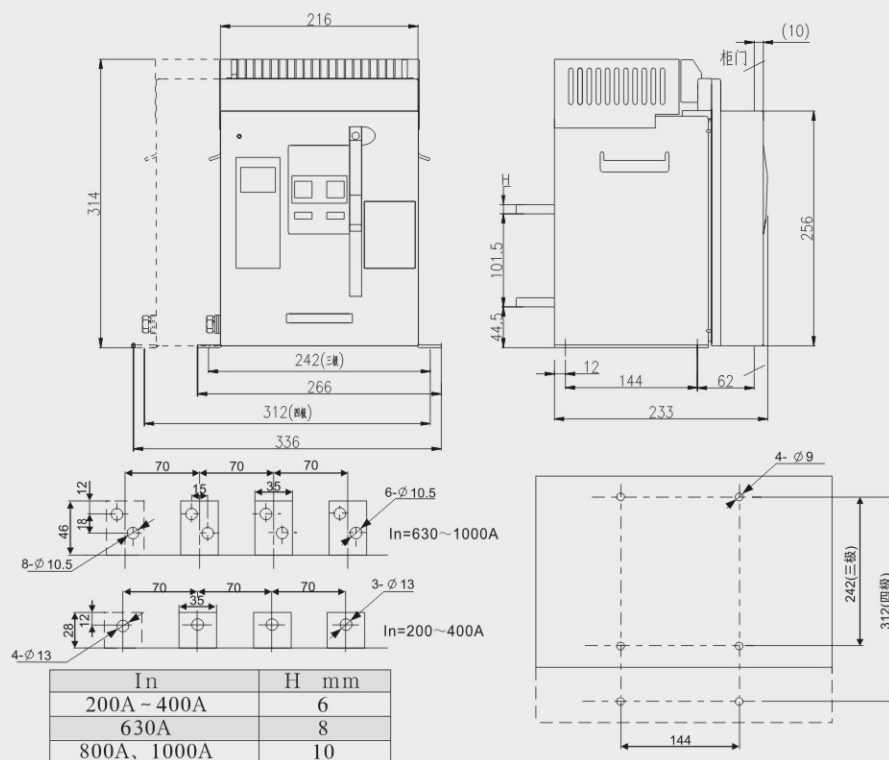

图8 固定式断路器安装尺寸及外形尺寸 (HSW1-1000, HSW1-1000/4)
6.1 HSW1-1000断路器安装尺寸，外形尺寸见图8、9